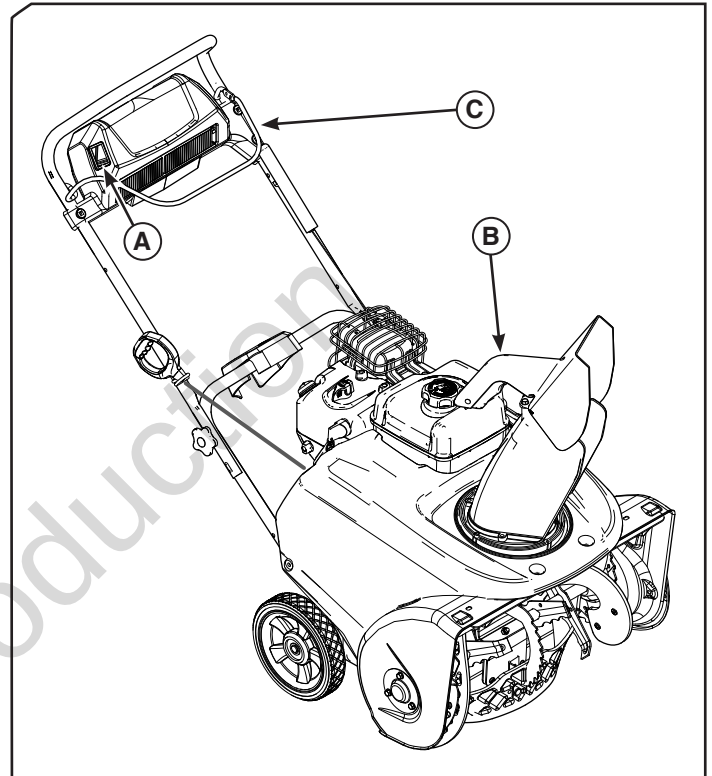
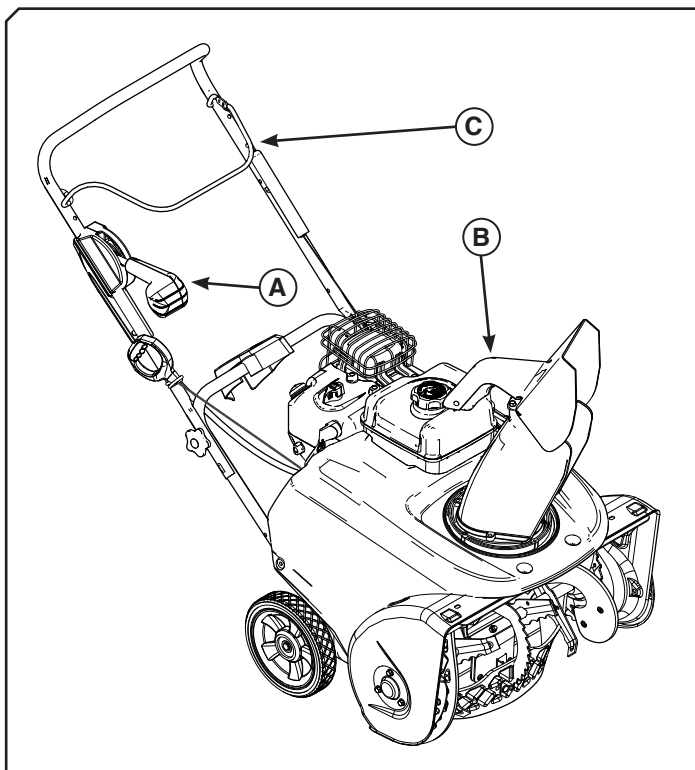

Figure 4
Figure 5
3. Tirer la commande de tarière (**C**, Figure 4, Figure 5) contre la poignée pour embrayer la tarière.
1. Démarrer la souffleuse à neige et embrayer la commande de tarière (C, Figure 4, Figure 5) pendant quelques secondes.
- b. Si la tarière ne s'arrête toujours pas dans les cinq (5) secondes, consulter un concessionnaire agréé.
1. Appuyer sur l'interrupteur pour faire tourner le conduit (A, Figure 4).
1. Presser et tenir le bouton sur la poignée de la commande du conduit (A, Figure 5).
1. Presser et tenir le bouton sur la poignée de la commande du déflecteur (B, Figure 4, Figure 5).